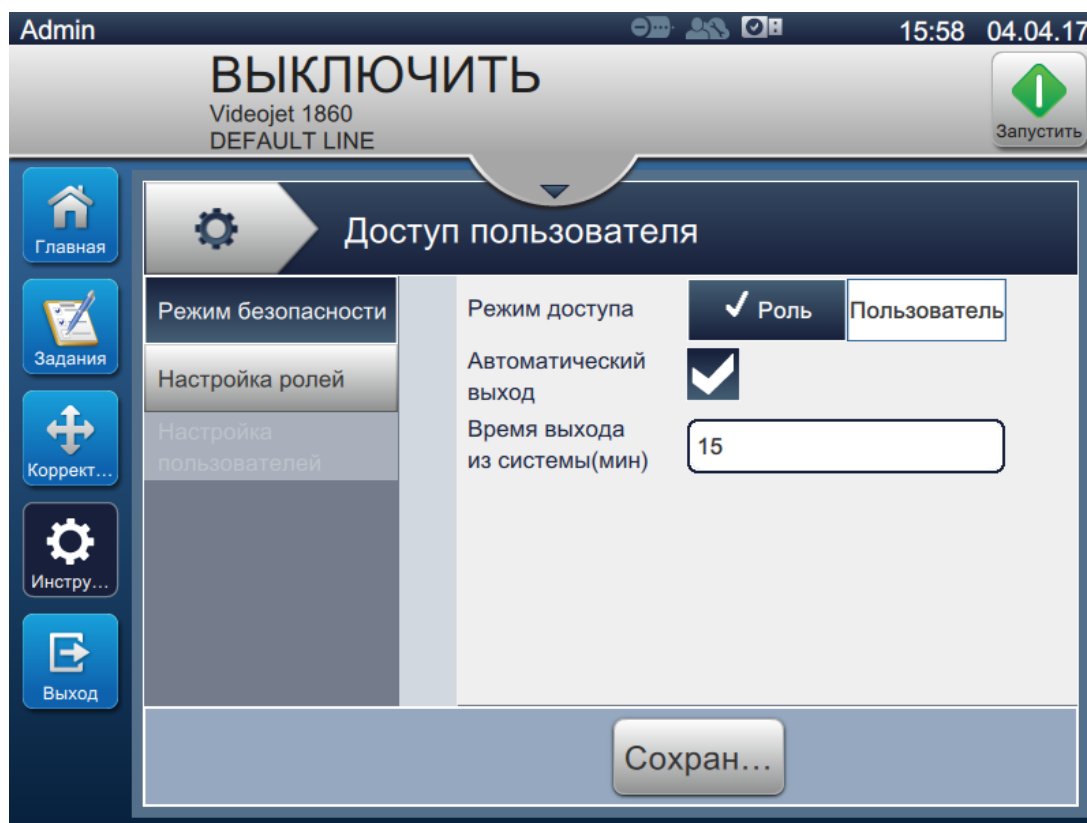

Рис. 6-18. Доступ пользователей
1. Нажмите кнопку  на экране «Инструменты». Откроется экран «Доступ пользователей», как показано на Рис. 6-18.